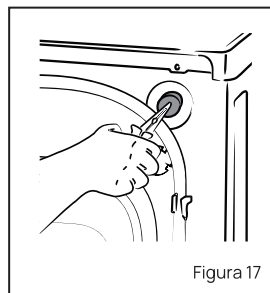

Figura 17
- Saque el filtro con una pinza de punta plana y límpiolo. Ver figura 17